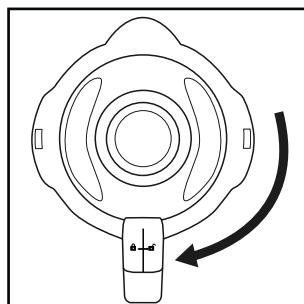

Fig. 2
- 4) Vuelva a presionar firmemente la tapa **2** sobre el vaso **3** en su posición desplazada. Para cerrar la tapa **2**, gírela en sentido horario hacia la posición hasta que encastre audiblemente (consulte la fig. 2). Asegúrese de que la boca del vaso **3** quede cerrada. Solo podrá activarse el motor si la tapa **2** está bien colocada.